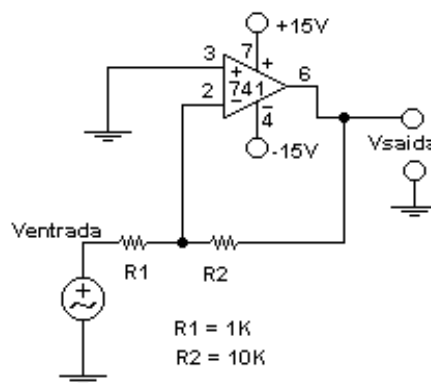

Figura 36
13.1.1 – Monte o circuito da figura 36 e calcule o ganho: